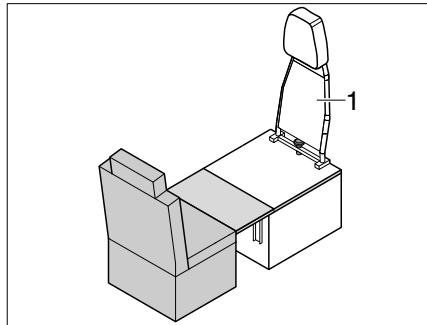

Fig. 225 Transformation conduite-mode couchage
- Démontez le dossier (Fig. 225,1) des sièges individuels (voir chapitre 7.16.9).